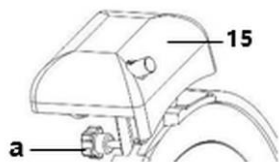

Fig. 9
2. Desaperte o parafuso de fixação (a) do afiador (15) da traseira do aparelho (fig. 9).
3. Retire o afiador (15) e vire-o 180°.
4. Insira o afiador (15) na guia designada e aperte o parafuso de fixação (a).
6. Ligue o aparelho a uma tomada de corrente com ligação à terra e ligar o aparelho com o botão branco START (B).
1. Tirar o afiador do aparelho (fig. 9)
1. Remova o conjunto do afiador do dispositivo (fig. 9).